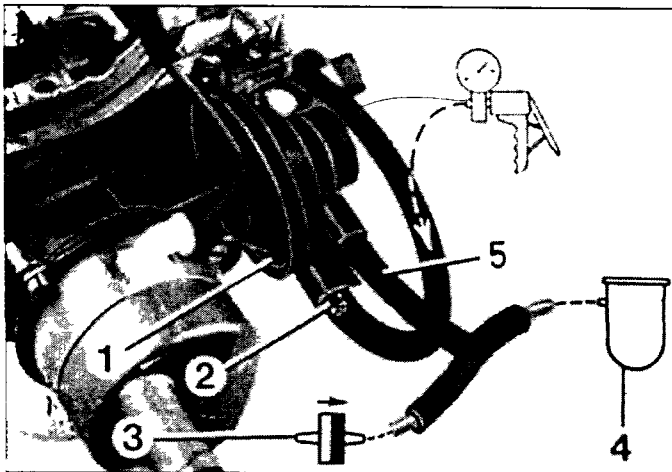

Рис. 4.29 Проверка вакуумного привода пускового устройства
- 29 Отсоедините вакуумный шланг от входного штуцера в основании карбюратора (со входного штуцера) и присоедините вакуумный насос к штуцеру (рис. 4.29). Снимите второй шланг с выходного штуцера привода и оставьте его незаткнутым. Будьте внимательны, не потеряйте снижающий жиклер (Volvo) и проверьте его чистоту.